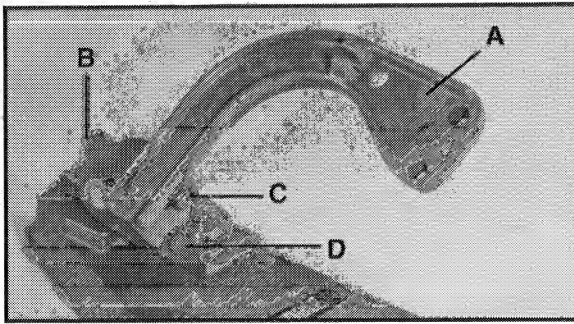

Fig. 3
3. Monte el brazo (A), Fig. 3, en el conjunto de bisagra (B) utilizando los dos pernos de  $\frac{3}{8}$ "-16 x  $1\frac{1}{2}$ " de longitud y las arandelas de  $\frac{3}{8}$ " de D.I. x  $\frac{3}{4}$ " de D.E. (C) y (D). Gire el brazo (A) de manera que la ranura alargada superior quede centrada con el perno superior (C) y apriete firmemente los pernos.